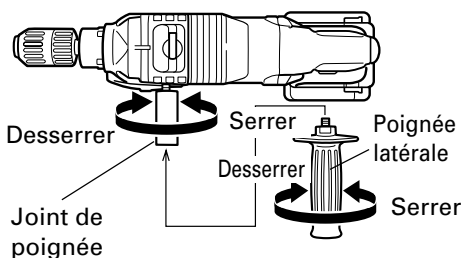

Fig. 8
5. Installation de la poignée latérale et du joint de poignée (Fig. 8)